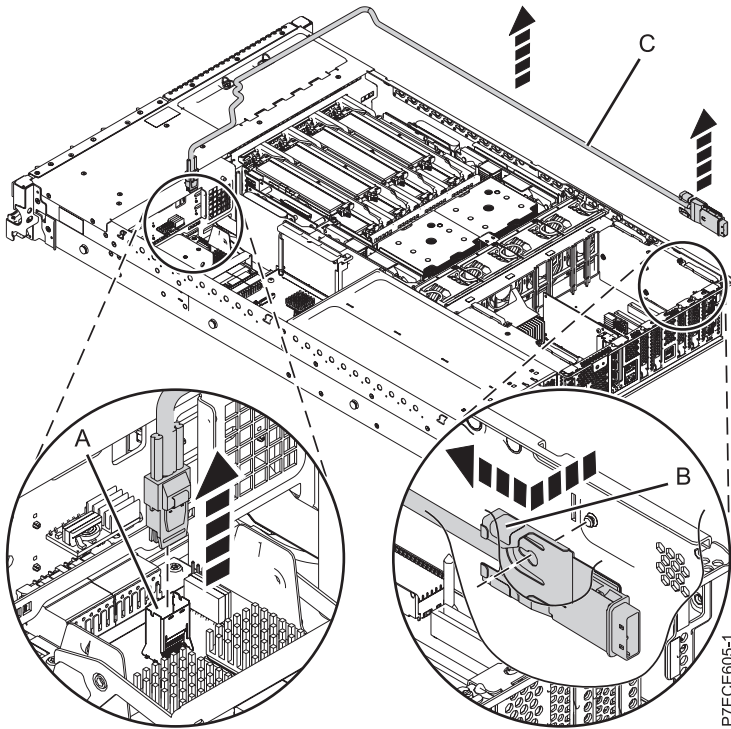

Figure 38. Retrait du port SAS externe
- 1) Appuyez sur le taquet latéral (B) et retirez le blindage SAS du port de connexion SAS externe sur le fond de panier de l'unité de disque. Voir figure 38, à la page 54.
- 2) Retirez le câble SAS (C) du système.
- 3) Appuyez sur le port de connexion SAS (A) et débranchez le câble SAS (C) du fond de panier système.